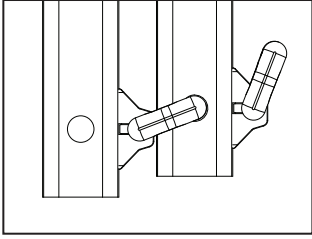

Figura 6
4) Baje la sección exterior de escalera con los sujetadores "J" desenganchados (véase la Figura 6) mientras se separan las dos secciones para formar el segundo caballete requerido para la posición de andamio. Véase la Figura 7.